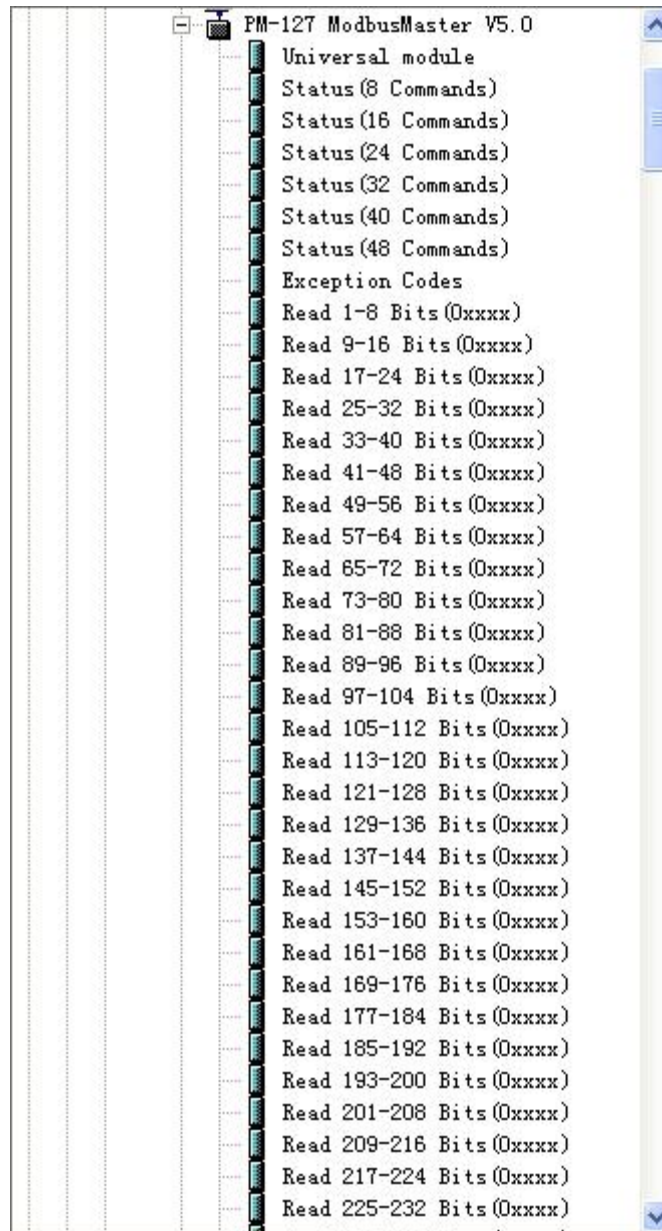

图 8
3. 在菜单栏中选择 Options->Update Catalog, 在 Device 目录中更新所注册的设备, 您可以在右侧窗口 /PROFIBUS DP/Additional Field Devices/Converter/找到您注册的设备, 如图 8 所示: